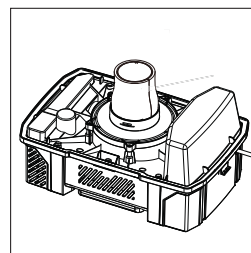

FIG. 4
- Scoateți filtrul pentru cartuș și înlocuiți-l cu filtrul de spumă dacă doriți să aspirați lichide. (Fig. 4)